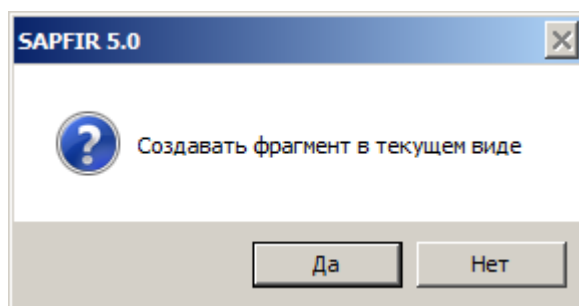

Рис.8.22. Диалоговое окно SAPFIR 5.0
- В открывшемся диалоговом окне **SAPFIR 5.0** (рис.8.22) выполните щелчок по кнопке **Да**. Ниже диафрагмы отобразится разрез.